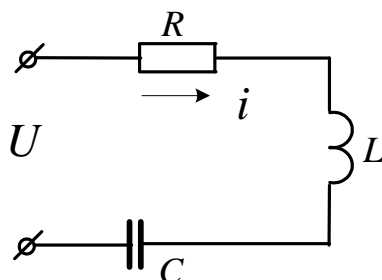

Рисунок 47
**Задача 43.** К электрической цепи (рис.47), имеющей параметры:  $R=3\text{Ом}$ ;  $L=8\text{мГн}$ ;  $C=15\text{мкФ}$  подключено напряжение  $U=20\text{В}$  ( $f=500\text{Гц}$ ).